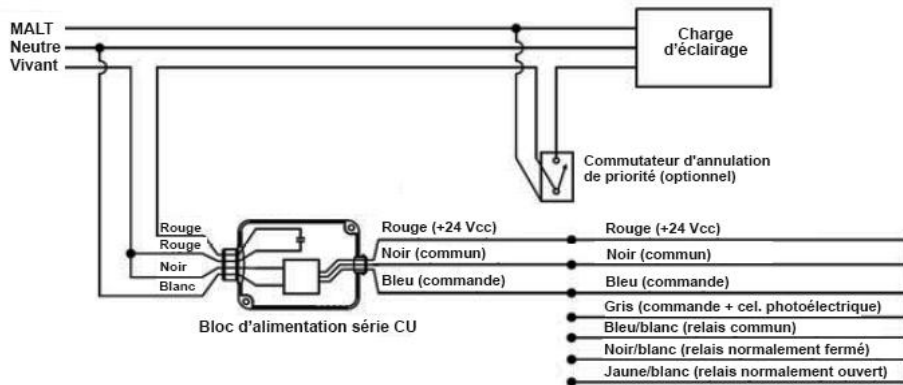

FIG. 3
MONTAGE DES CAPTEURS Fig. 3
- 3. Tirer un câble basse tension à 3 conducteurs (de 18 à 22 AWG, type CL2, CL2P, CL2PR ou CMR selon le cas), entre les modules de commande et les capteurs conformément à la Fig. 3. La longueur de câble maximale entre le module de commande et le capteur le plus éloigné est de 76 mètres.